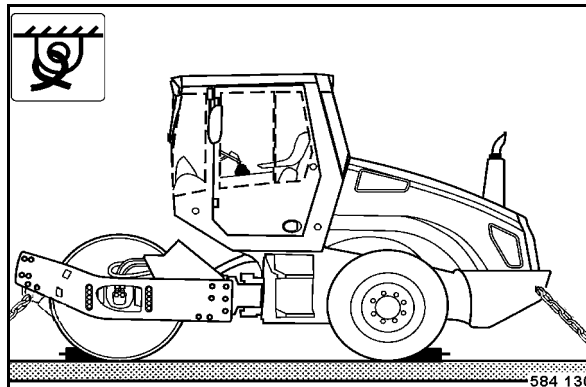

Fig. 117
- Arrimer la machine sur le moyen de transport (Fig. 117) par les quatre anneaux des châssis avant et arrière.